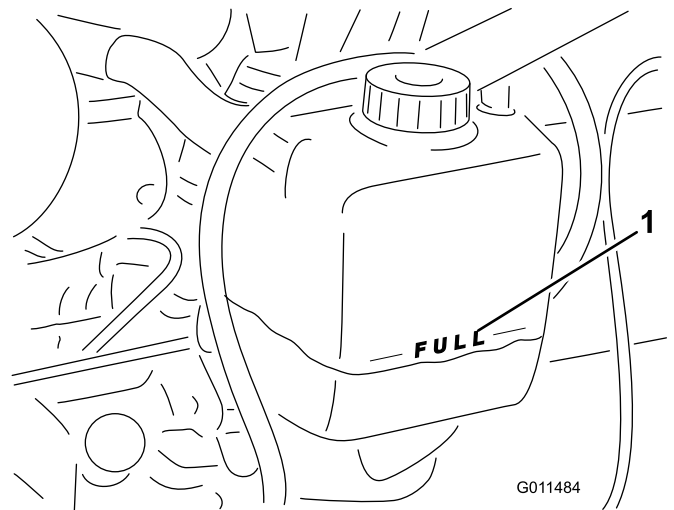

Bild 10
1. Schrauben Sie den Kühlerdeckel und den Deckel vom Ausdehnungsgefäß vorsichtig ab (Bild 10).